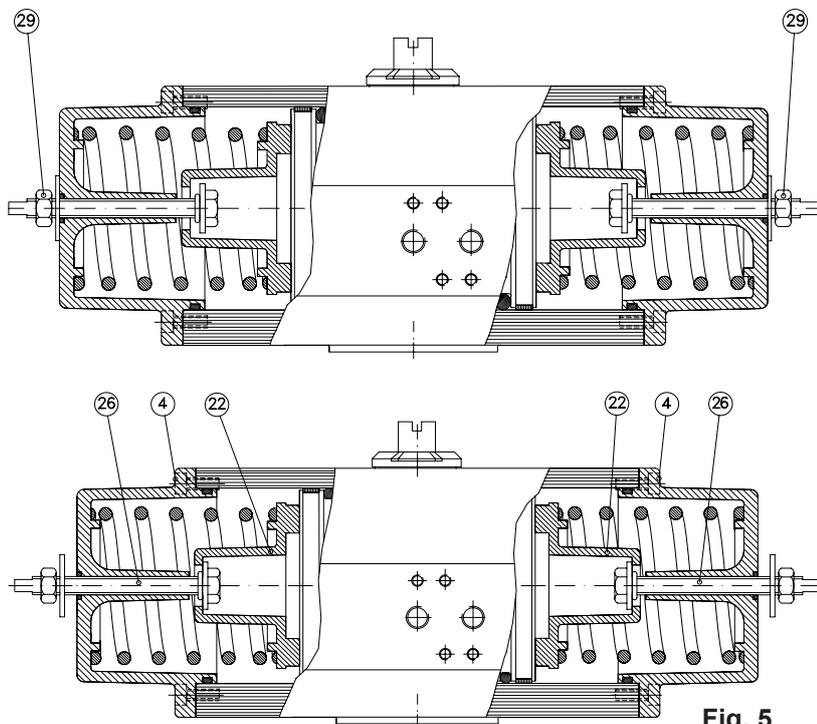

Fig. 5
2. Vérifier que les ressorts peuvent presser le piston en position d'origine selon la figure 5.
4. Desserrer le contre-écrou (29).
5. Tourner les deux vis de serrage (26) dans le sens des aiguilles d'une montre jusqu'à ce qu'elles touchent le guide-ressort (22).
6. Tourner la vis de serrage de gauge (26) dans le sens inverse des aiguilles d'une montre jusqu'à ce qu'elle touche le guide-ressort et démontez la boîte ressort de gauche en desserrant les vis (4).